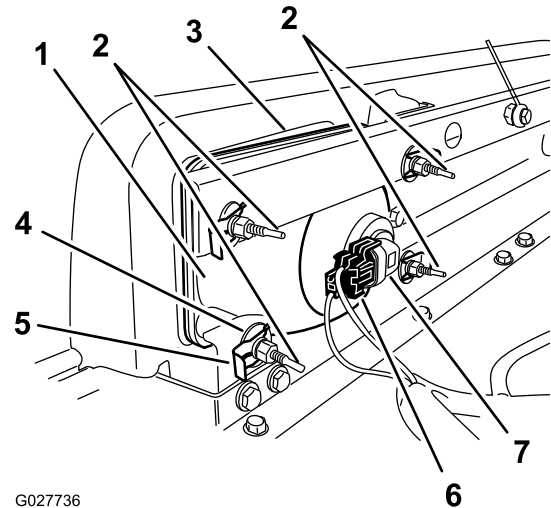

Bild 59
3. Schließen Sie den elektrischen Anschluss für den Kabelbaum vom Lampenanschluss ab (Bild 59).
4. Entfernen Sie die Schellen und Scheiben, mit denen der Scheinwerfer an der Scheinwerferhalterung befestigt ist (Bild 59).
5. Schieben Sie den Scheinwerfer nach vorne durch die Öffnung in der vorderen Stoßstange und entfernen Sie ihn (Bild 59).
6. Setzen Sie den neuen Scheinwerfer durch die Öffnung in der Stoßstange ein (Bild 59).
8. Schließen Sie den elektrischen Anschluss für den Kabelbaum am Lampenanschluss an (Bild 59).
2. Drehen Sie die Einstellschrauben an der Rückseite des Scheinwerfers (Bild 59), um den Scheinwerfer zu drehen und den Scheinwerferstrahl einzustellen.